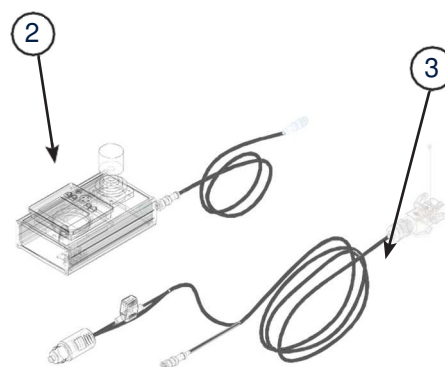

Fig 6.
3. Montez le panneau de commande pos 2, Fig 6 à un emplacement approprié à l'intérieur de la cabine du conducteur afin qu'il puisse être facilement accessible lorsque le conducteur est assis.
4. Branchez le connecteur du panneau de commande au connecteur correspondant sur le harnais de câblage pos 3, Fig 6.
5. Branchez le contacteur du câble pos 3, Fig 6 à la prise électrique 24 V dans la cabine du conducteur.